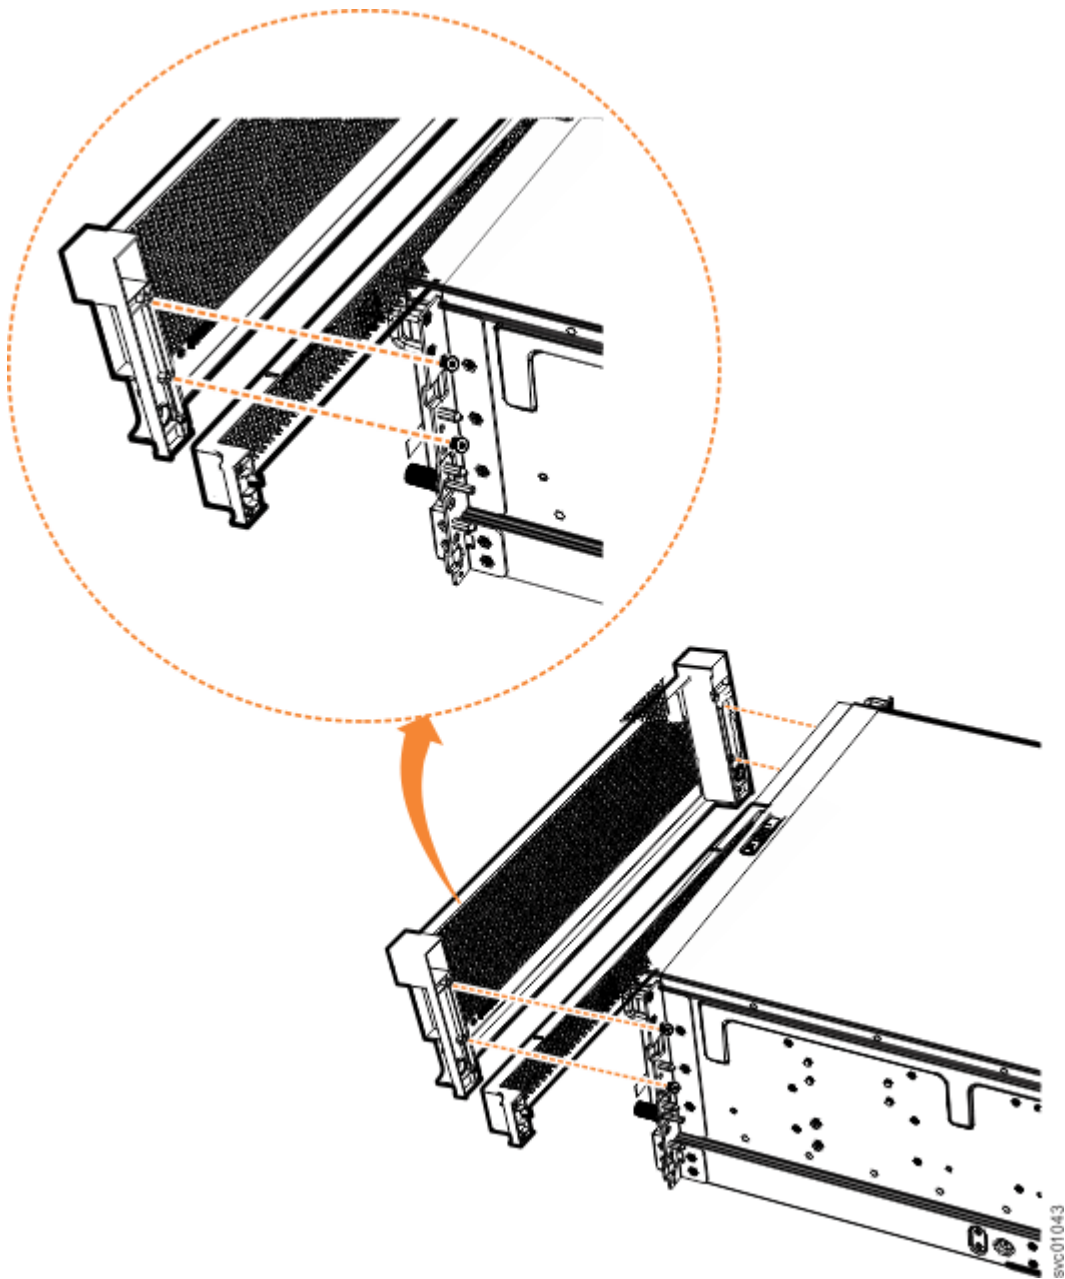

图 96. 从扩展机柜上卸下面板组件
2. 通过卸下用于将面板连接到机箱两侧凸缘上的两颗螺钉来卸下前部面板，如第 75 页的图 96 中所示。
3. 轻轻地拉动 PSU 面板两侧以从机箱中将其卸下，如第 75 页的图 96 中所示。PSU 面板将和用于将其连接到机箱两侧的插槽和定位销脱离。